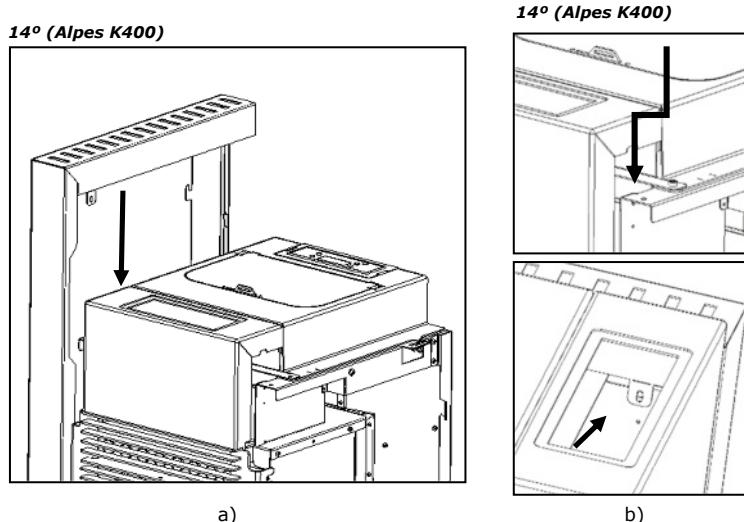

Figura 66 - Encaixe das patilhas nas estruturas laterais
- p) Na parte superior a patilha mencionada deve passar entre o frontal de acabamento superior e a estrutura da máquina como demonstra a Figura 66. No caso Alpes K300 a patilha não fica visível.